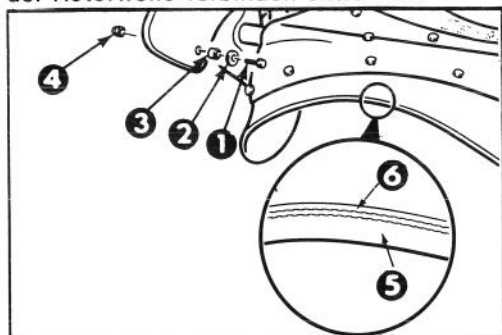

Abb. 19
1. **ENTFERNUNG DES ROTORBLATTES** (Abb. 19) (8) 7/18" Schrauben, (4) Unterlegscheiben und (8) Gegenmuttern, die das Rotorblatt mit der Rotorwelle verbinden entfernen.
2. Das Rotorblatt zwischen den Stahlplatten herausziehen und die Laufbuchsen (8) aus den Rotorblattöffnungen drücken (Abb. 19).
3. **INSTALLATION EINES NEUEN ROTORBLATTES** — Die Rotorblätter sind aus laminiertem Kunststoff gefertigt. Untersuchen Sie die Schneide eines Blattes um den Unterschied in der Dicke festzustellen (Abb. 19). (Einige Blätter haben auf der dicken Seite des Blattes eine Teilnummer).